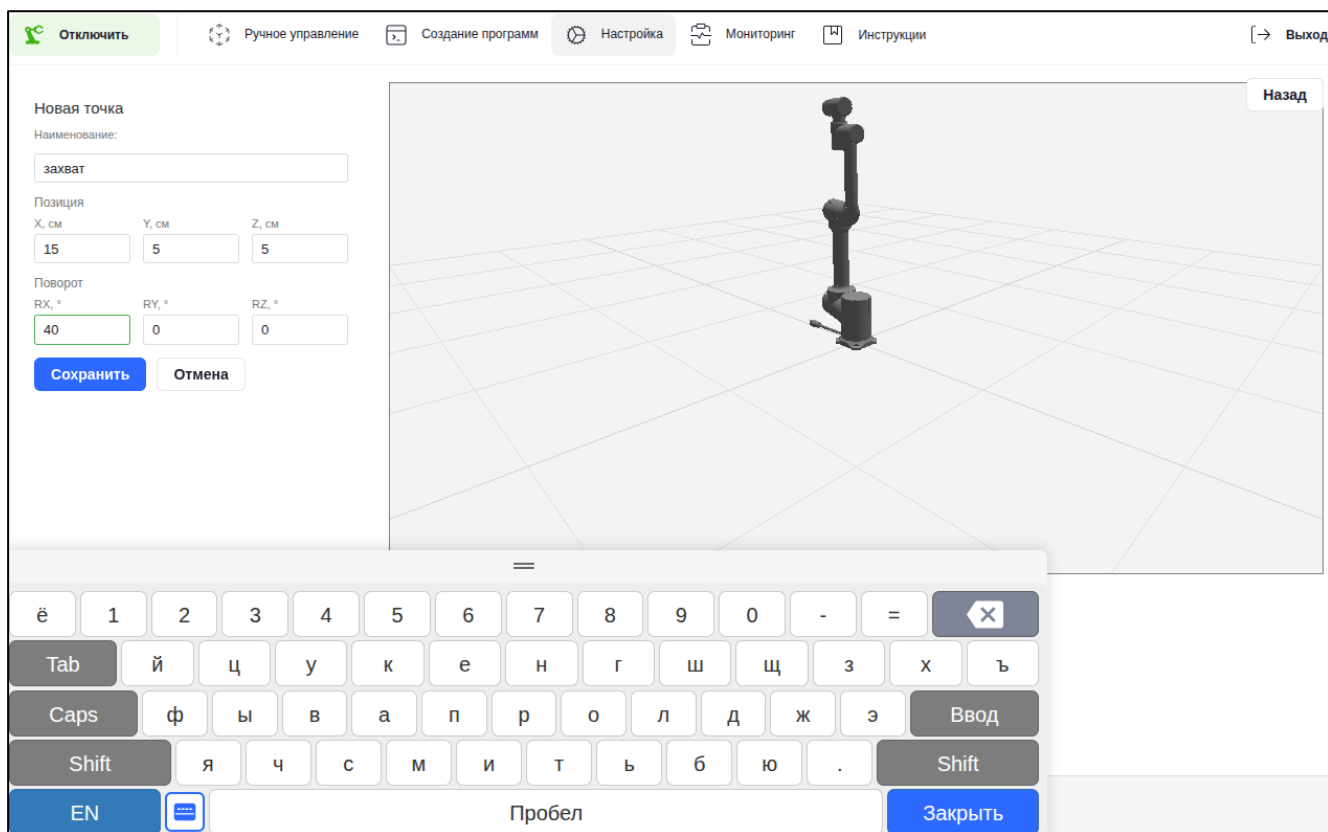

Рисунок II-50 – Форма для добавления новой точки
- а) нажмите кнопку «Добавить инструмент», отобразится форма для добавления новой точки (см. Рисунок II-50);